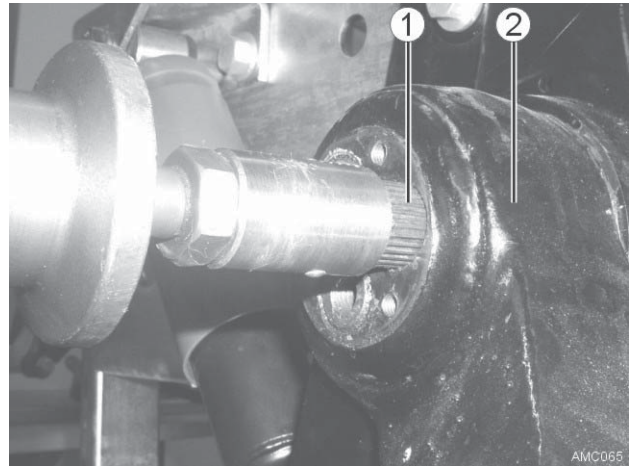

Bild 21
15. Drehstab (Bild 21- 1) in den Schwinghebel (Bild 21 - 2) einsetzen und solange Zahn für Zahn verdrehen, bis er sich leicht mit dem Montagewerkzeug einschlagen lässt.
16. Drehstab (Bild 21- 1) mit Montagewerkzeug vollständig einschlagen.